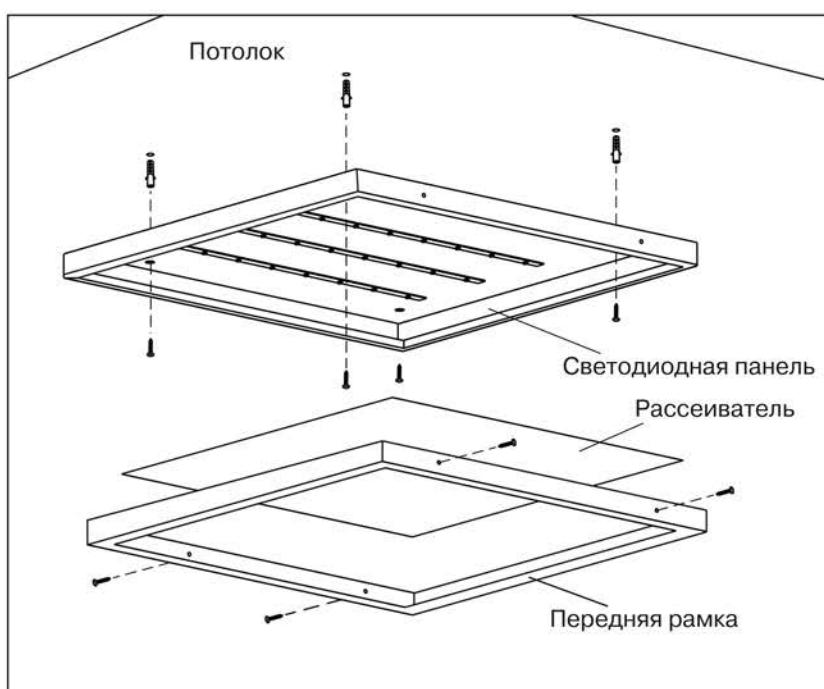

Рисунок 1
- фаза (L) – коричневый провод;
- нейтраль (N) – синий провод;
- защитный проводник (PE) – жёлто-зелёный провод.
– накладной монтаж производить непосредственно на поверхность потолка с креплением светодиодной панели через отверстия в корпусе (рисунок 1). Крепёж для накладного способа монтажа в комплекте не поставляется;